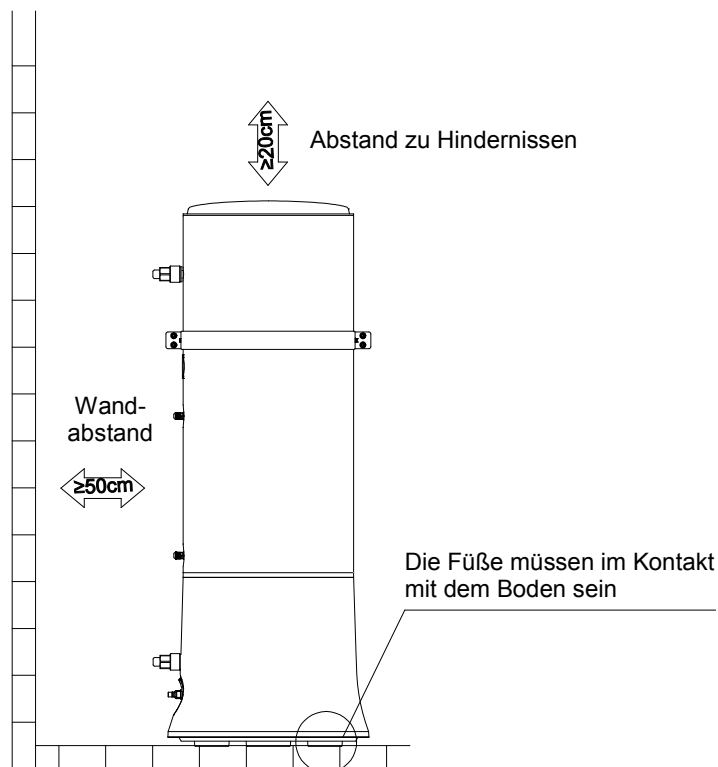

Abb. 6-1: Installation des Wasserbehälters
- (1) Der Wasserbehälter kann im Freien gemeinsam mit der Haupteinheit installiert werden, zum Beispiel auf dem Balkon, Dach oder auf dem Boden. Er kann auch im Innenraum installiert werden. Der Wasserbehälter ist vorzugsweise in einer Umgebung mit Temperaturen über 0 °C zu installieren. Der Warmwasserabgang soll sich nicht zu weit vom Verbrauchsort befinden. Verlegen Sie die Rohre zentralisiert, und sorgen Sie für die Wärmedämmung der Warmwasserleitung, um Wärmeverlust zu reduzieren.
- (2) Der Wasserbehälter muss aufrecht installiert werden, und alle seine Füße müssen im Kontakt mit dem Boden sein. Der Wasserbehälter muss auf stabilem Untergrund aufgestellt werden. Bei der Installation des Wasserbehälters ist die Tragfähigkeit des Untergrunds zu berücksichtigen. Die Installationsskizze ist im Bild 6-1 gezeigt.